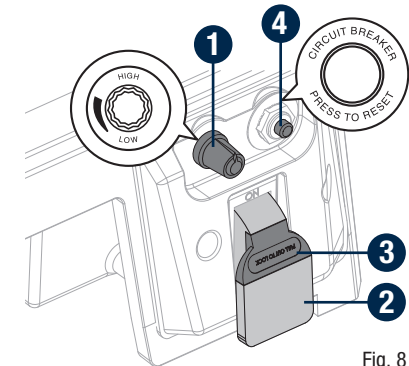

Fig. 8
INTERRUPTEUR MARCHE/ARRÊT (Fig. 8)
La clé de sécurité (3) peut être retirée de l'interrupteur lorsqu'il est en position d'arrêt. Une fois la clé retirée, l'interrupteur est verrouillé dans cette position et le tour ne peut pas être démarré. Rangez la clé dans un endroit sûr lorsque le tour n'est pas utilisé (fig. 8).